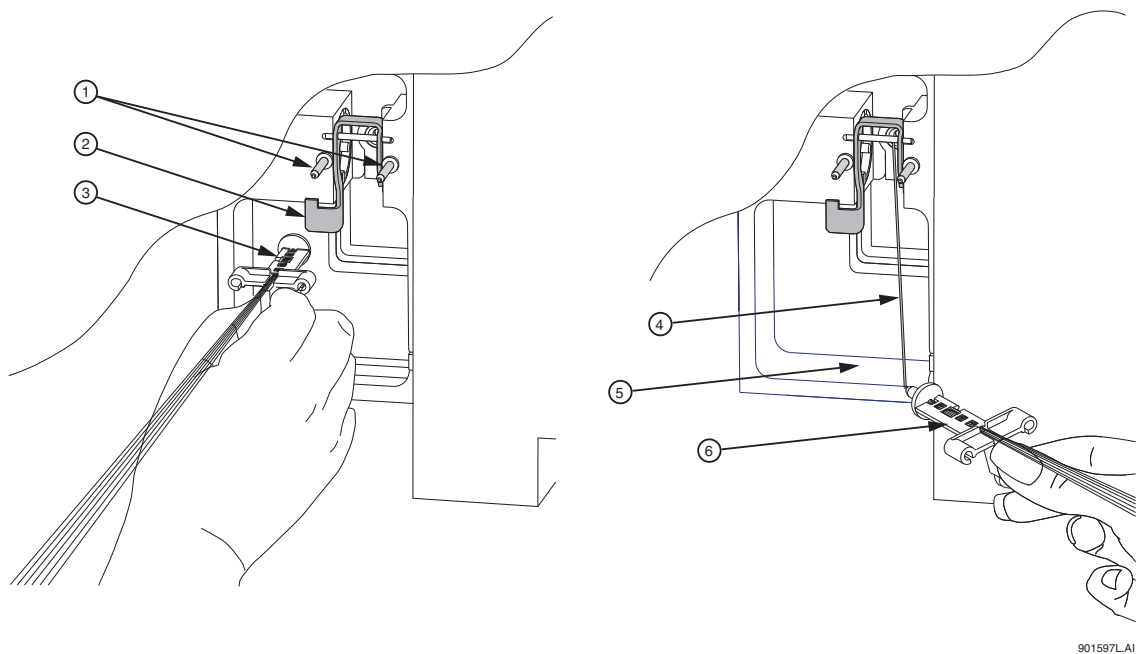

图 3.42 拆卸 / 更换阵列接头
7. 提起弹出拉杆（图 3.42）以释放阵列接头。
8. 握住阵列接头卡（图 3.42），然后：
11. 握住阵列接头卡（新毛细管阵列），将阵列接头（图 3.42）对齐打开的歧管和导销。将装置推入歧管，直到完全固定在导销底部。毛细管阵列插入其插槽时，请确保把装置卡向下放置。